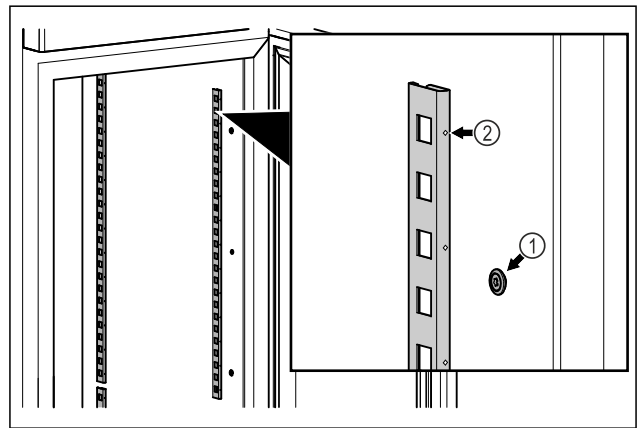

Fig. 17 Ενδεικτική απεικόνιση
- ▶ Αναρτήστε τα προφίλ ασφάλισης στην ανάρτηση Fig. 17 (1). Το σημάδι Fig. 17 (2) πρέπει να δείχνει προς τα εμπρός.